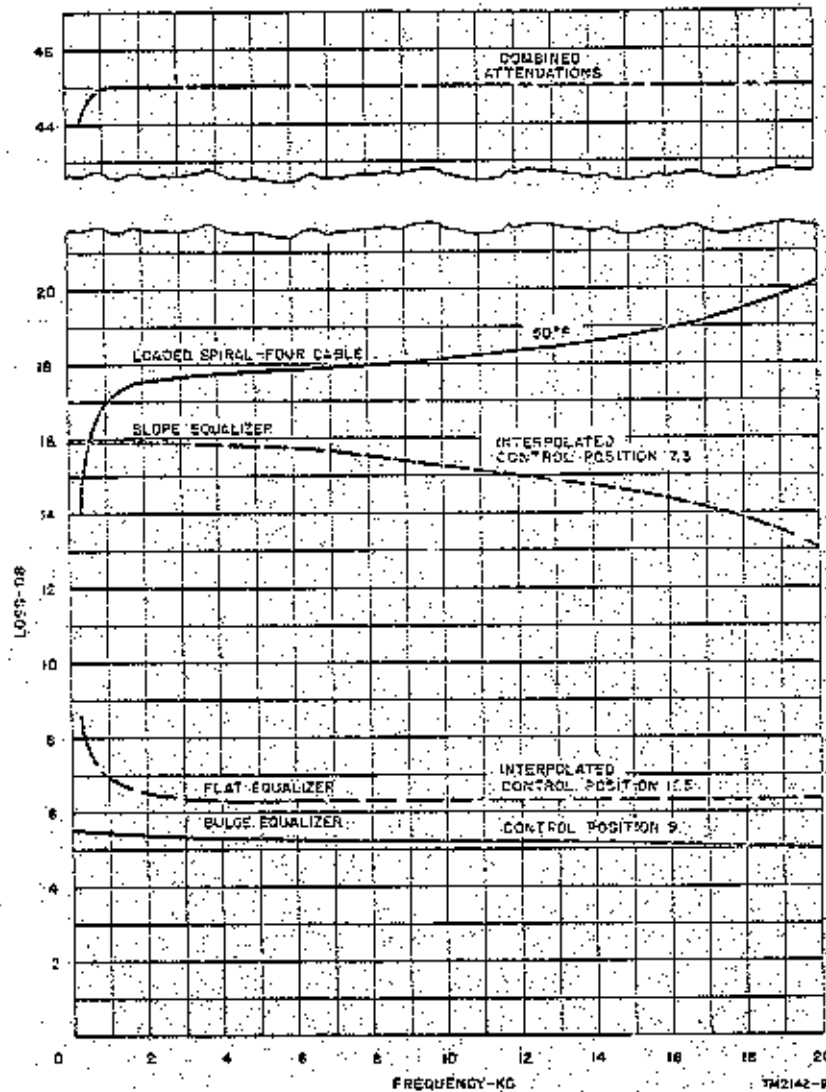

Fig.27 Grafici risultanti dall'attenuazione della linea e dell'equalizzatore
- Esempio di equalizzazione (fig.27)
In tali condizioni la curva di attenuazione è quella mostrata dalla Fig.27. Tenere presente che le variazioni di temperatura influiscono sensibilmente sull'attenuazione totale del cavo e che è pertanto necessario compensare giornalmente, specialmente il mattino e la sera, a tale deficienza agendo sul comando FLAT dell'attenuatore.
Prima d'iniziare le operazioni di equalizzazione i comandi degli stessi vanno posti su posizione 10; il terminale corrispondente invia in linea contemporaneamente 5 segnali di prova, e precisamente: ad 1 KHz, fornito direttamente dall'oscillatore di prova incorporato; ad 8 KHz, 11 KHz, 13 KHz e 19 KHz (queste ultime sono fornite dai 4 canali a P.V. e sono le risultanti delle 4 portanti modulate dal segnale di prova). Tuttavia, le freq. interessate alle operazioni di equalizzazione sono solo quelle ad 1 KHz, 11 KHz e 19 KHz. Il livello di zero db all'uscita dell'amplificatore comune viene controllato dallo strumento di misura. Il procedimento teorico è il seguente (fig.27):